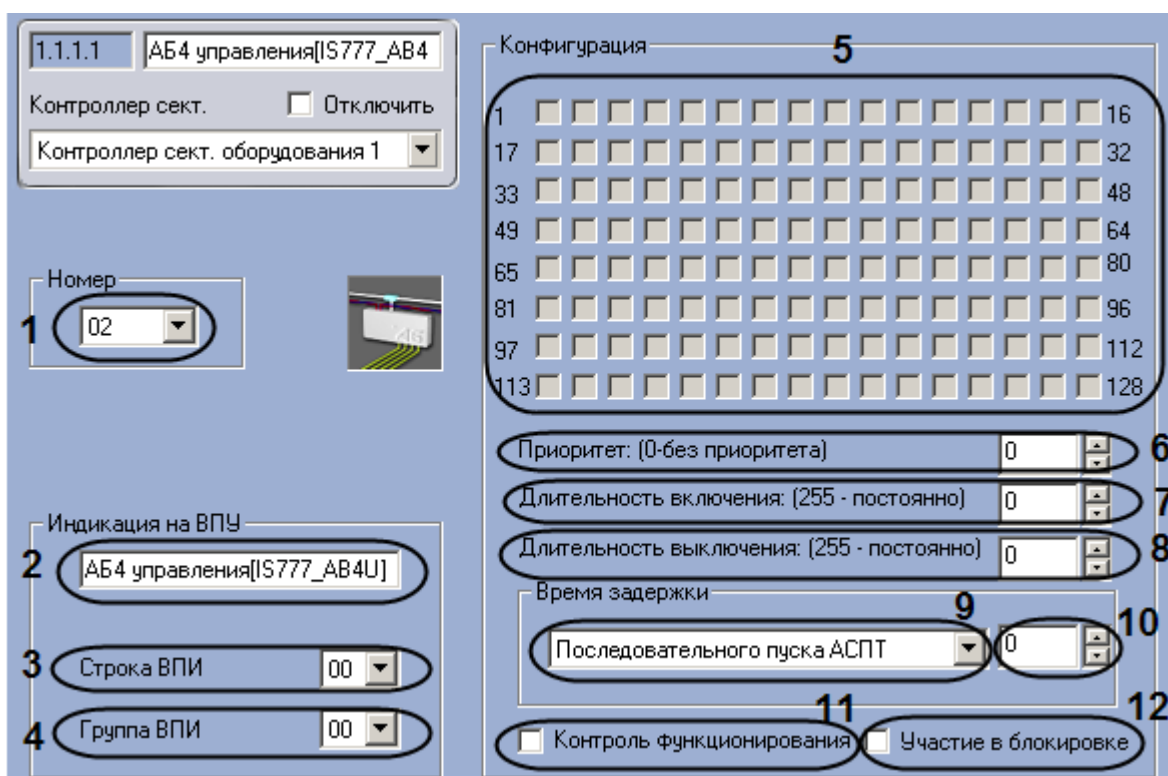

Рис. 3.8—2. Настройка конфигурации адресного блока управления
2. Из раскрывающегося списка **Номер** выбрать аппаратный адрес адресного блока управления (см. Рис. 3.8—2, 1).
3. Ввести в поле **Индикация на ВПУ** имя, которое адресный блок управления будет иметь на дисплее ВПУ (см. Рис. 3.8—2, 2).